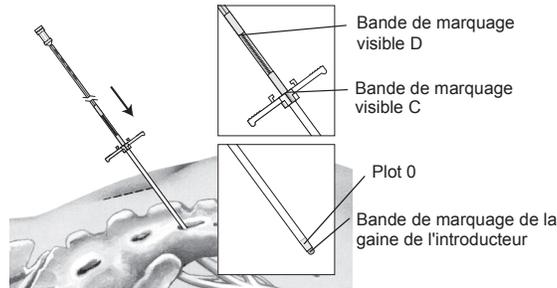

Figure 8. Faire avancer l'électrode dans la gaine de l'introducteur.
6. Insérer l'électrode dans la gaine de l'introducteur et faire avancer l'électrode jusqu'à ce que la bande de marquage C de l'électrode soit alignée sur le haut du manche de la gaine de l'introducteur. Sous radioscopie, vérifier que le plot 0 de l'électrode est proche de la bande de marquage radio-opaque de l'extrémité distale de la gaine (Figure 8).